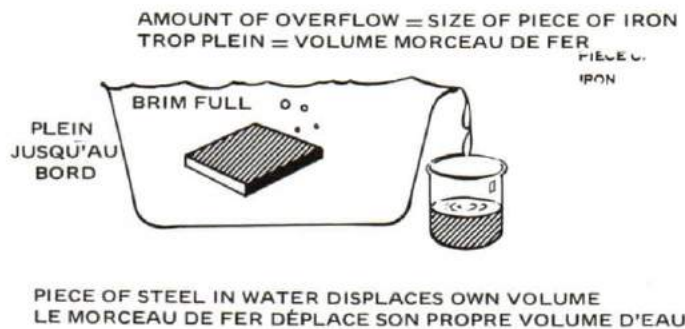

Figure 8-2
4. Now, suppose you fill a small tank brim-full with water, so full that you cannot get another drop in without the tank overflowing, and you now put in the piece of iron and let it sink. See Figure 8-2. How much water overflows? It will be a quantity equal in volume to the piece of iron. You say that the iron has displaced its own volume of water.
4. Supposons maintenant que l'on remplisse un petit réservoir d'eau jusqu'au bord de manière que l'on ne puisse y ajouter une goutte d'eau sans qu'il déborde. Mettons-y maintenant un morceau de fer et laissons-le couler au fond (voir la figure 8-2). Combien d'eau va déborder? Ce sera une quantité d'eau d'un volume égal à celui du morceau de fer que l'on vient d'y plonger. On dira que le morceau de fer a déplacé son propre volume d'eau.